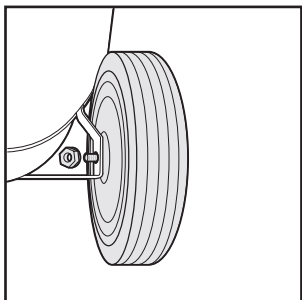

Рис. 4
- Прикрутите транспортировочные колеса к компрессору. Рис. 4.